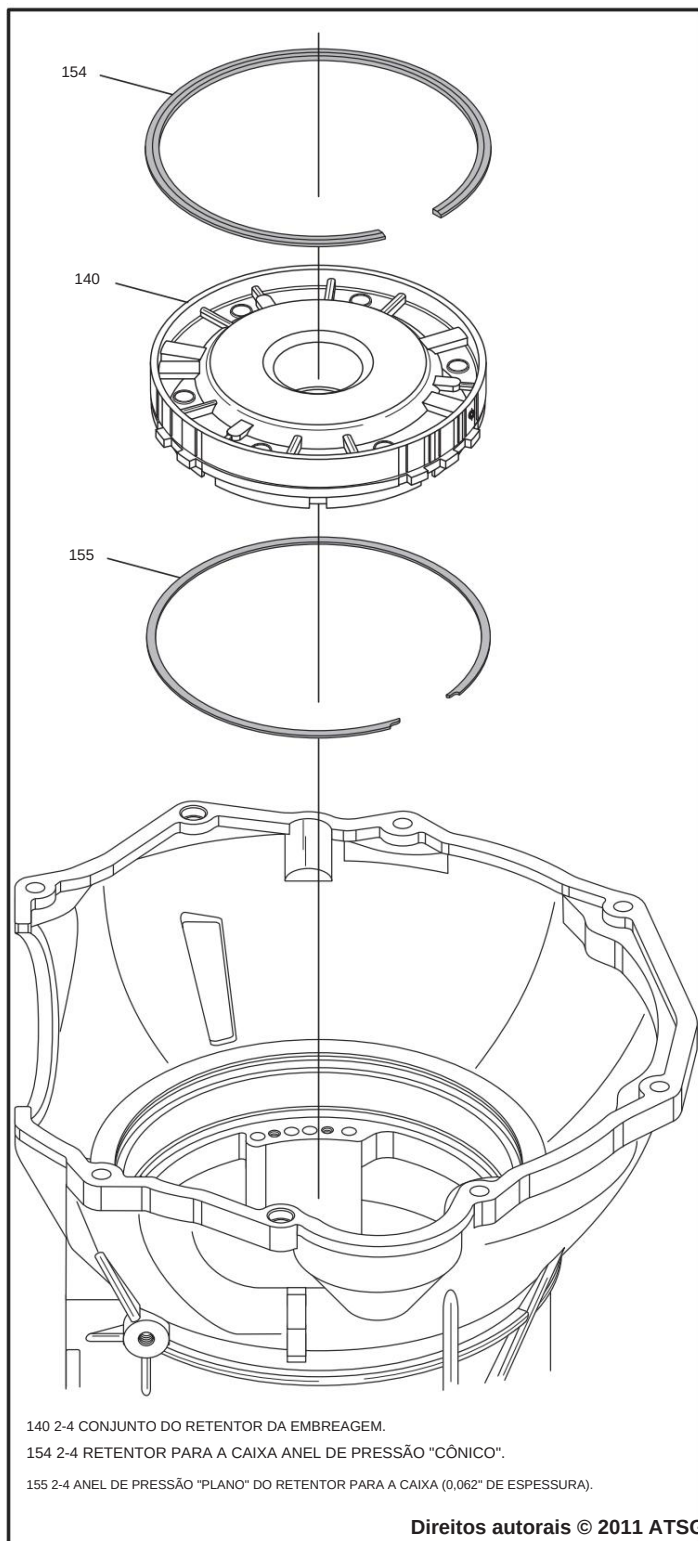

Figura 146
15. Instale o anel elástico **plano** do retentor da embreagem 2-4 na ranhura inferior da caixa com a abertura do anel elástico voltada para a área do corpo da válvula (consulte a Figura 146).
16. Instale o retentor da embreagem 2-4 concluído na caixa, conforme mostrado na Figura 146, com os orifícios de alimentação voltados para a área do corpo da válvula.
17. Instale o anel elástico cônico do retentor da embreagem 2-4 na caixa com o cone voltado para cima, conforme mostrado na Figura 146, e certifique-se de que esteja totalmente encaixado.